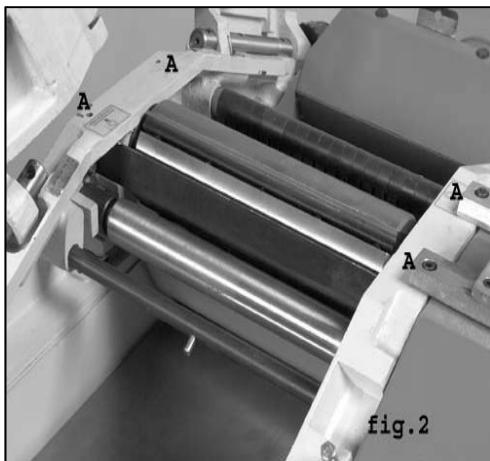
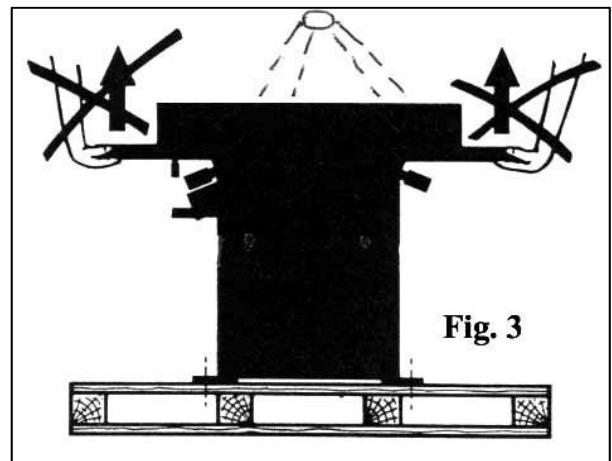

fig.2
Fig. 3
- Fixer sur la partie haute les quatre anneaux de transport (représentés en A) qui vous permettront de lever la machine sans détériorer les tables (**Fig.2**) et (**Fig.3**).